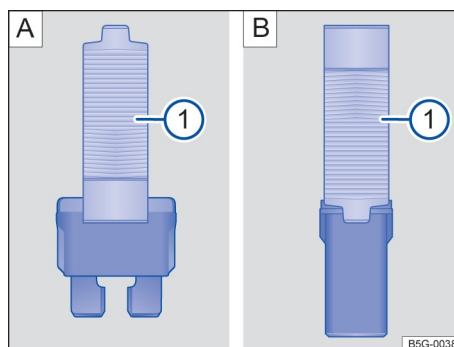

Рисунок 125. Удаление или установка предохранителя с помощью пластиковых щипцов: плоский предохранитель ⓘ, блочный предохранитель ⓘ
- Используйте держатель плавкого предохранителя ¹⁾ или аналогичный инструмент → Рисунок 125 A ¹⁾.
- Отрегулируйте губку пластикового хомута → Рисунок 125 A ¹⁾ или → Рисунок 125 B ¹⁾, в зависимости от типа предохранителя, а затем зажмите предохранитель сбоку.